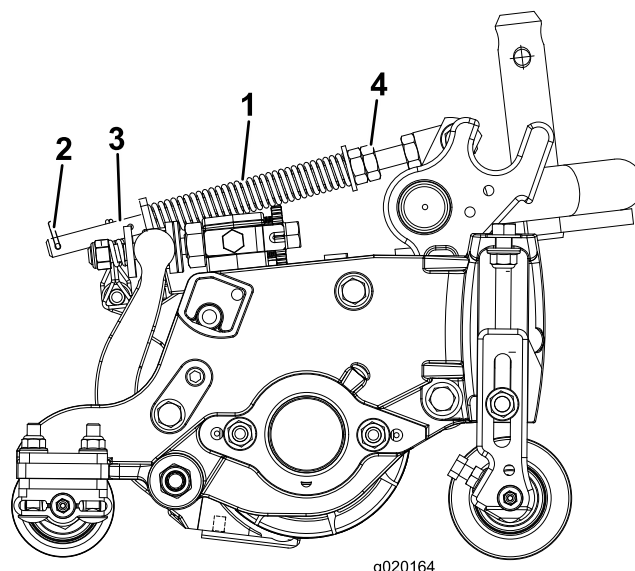

Figura 11
A mola de compensação de relva (Figura 11) transfere peso do cilindro dianteiro para o cilindro traseiro. (Isto ajuda a reduzir o efeito ondulado na relva, também conhecido como ondulação ou "bobbing".)
1. Certifique-se de que o contrapino do gancho está instalado no orifício traseiro na haste da mola (Figura 11).
2. Aperte as porcas sextavadas na extremidade dianteira da haste da mola até que o comprimento da mola em compressão seja de 12,7 cm (Figura 11).